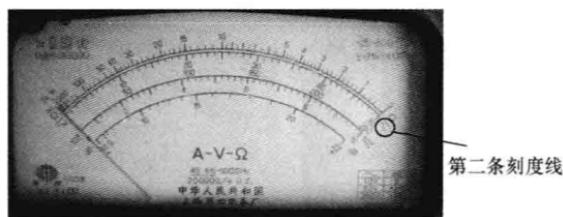

图 4-32 读第二条刻度线
(5) 仔细观察表盘, 直流电压挡刻度线是第二条刻度线, 如图 4-32 所示。